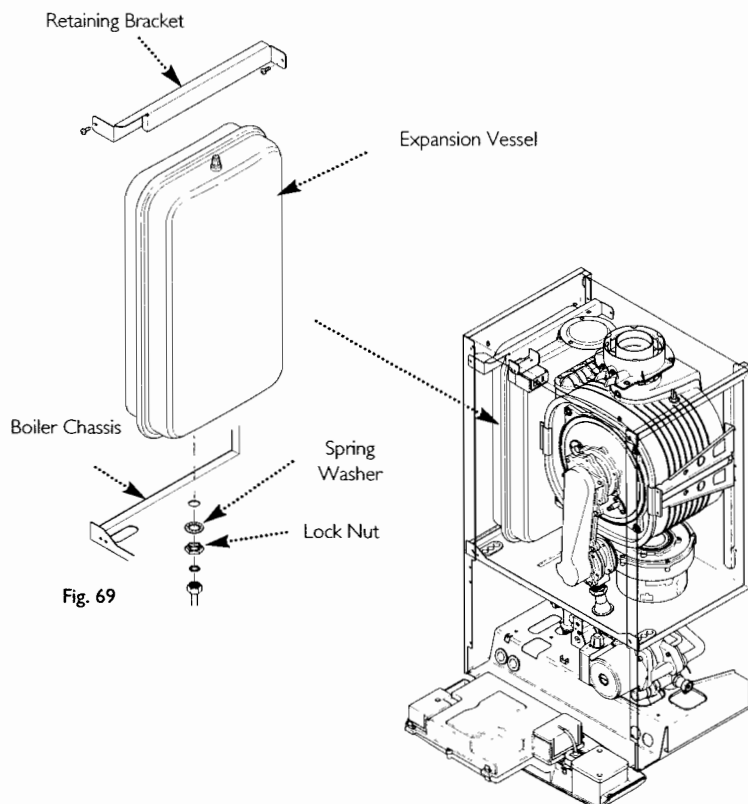

Fig. 69
12.24 Expansion Vessel (Fig. 69)